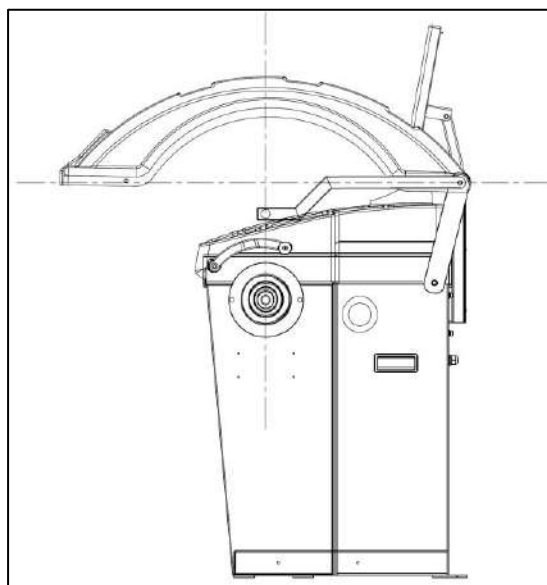

Fig. 4a - Fastgørelse af sikkerhedsskærm og sonar
3. Vip sikkerhedsskærmen ned og tjek at den ligger vandret. Juster om nødvendigt sikkerhedsskærmen og spænd boltene igen. Fastgør beslaget med sonarsensoren og sørg for at beslaget ligger vandret når sikkerhedsskærmen er slået ned, **jf. fig. 4a**.